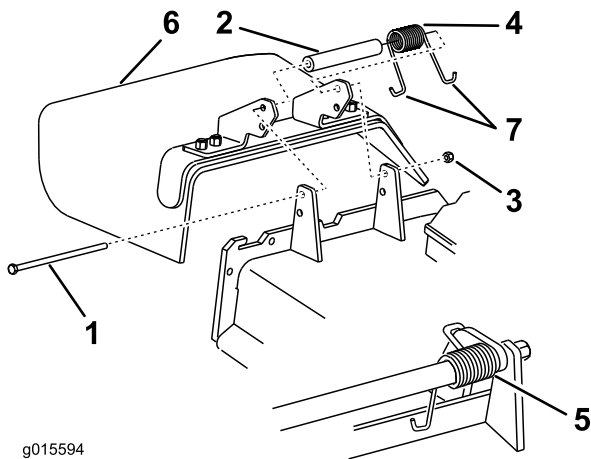

Figure 90
1. Retirez le contre-écrou, le boulon, le ressort et l'entretoise qui fixent le déflecteur aux supports de pivot (Figure 90). Enlevez le déflecteur s'il est endommagé ou usé.
Remarque: Prenez soin de placer une extrémité en J du ressort derrière le bord du plateau avant de mettre le boulon en place, comme indiqué à la Figure 90.
3. Remettez le boulon et l'écrou en place. Accrochez une extrémité en J du ressort au déflecteur d'herbe (Figure 90).